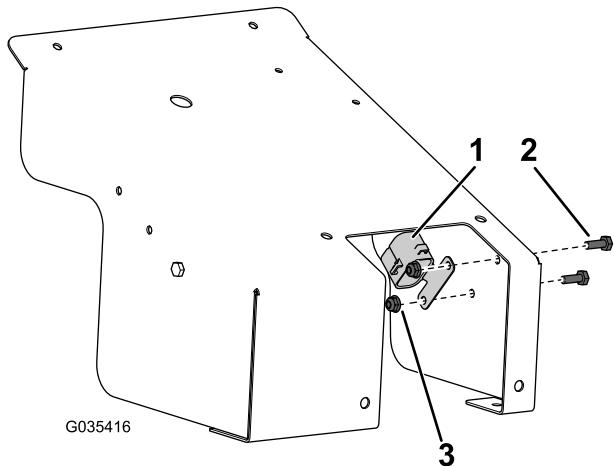

図9
7. ワイヤハーネスから、ヒューズブロックのキャップ図9を外す。
8. カバーの内側にヒューズブロックキャップを取りつけるねじ $\frac{1}{4} \times \frac{3}{4}$ インチ2本と、ナット $\frac{1}{4}$ インチ2個を使用して図9のように取り付ける。